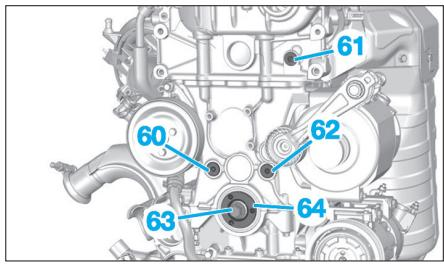

Fig. 25
- les vis (60), (61), (62) et (63) (Fig.25),
- le moyeu de vilebrequin (64),
- le pignon d'arbre à cames d'admission (76) puis coiffer la chaîne sur le pignon,
- la vis de la poulie d'arbre à cames (77),
- le pignon d'arbre à cames d'échappement (78) puis coiffer la chaîne sur le pignon,
- la vis de la poulie d'arbre à cames (79),
- les vis (60), (61) et (62) (Fig.25).
- Bloquer les vis les vis (60), (61) et (62).